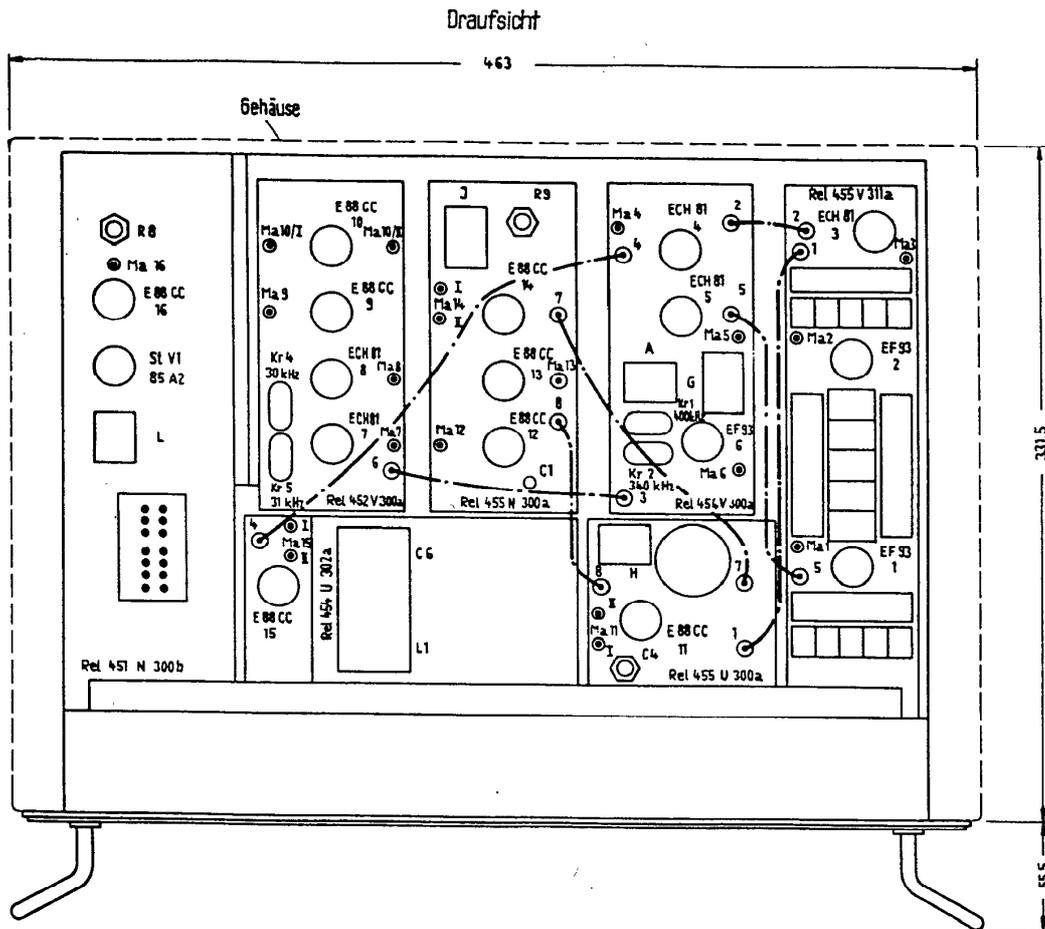

Bild 1 Anordnung der Baugruppen und der Meßanschlüsse
- (c) Plus-Leitung an den jeweiligen Meßanschluß Ma1 bis Ma15 halten (bei Ma11/I umpolen). Die Anschlüsse sind entsprechend den Röhrenbezeichnungen nummeriert (vgl. Bild 1 und Stromläufe). Achtung! Prüfspitze von Anodenspannung führenden Teilen (z.B. Trimmer im HF-Verstärker) fern halten, um Beschädigung des Instrumentes zu vermeiden. Meßwerte mit den Richtwerten in der folgenden Tabelle vergleichen und mit Datum notieren. Stärkeres Absinken des Kathodenstromes einer Röhre zwischen zwei Messungen ist ein Hinweis für notwendigen Röhrenwechsel. Betreffende Röhre, wenn möglich, in Röhrenprüfgerät prüfen.
- (b) Sollte der angezeigte Wert um mehr als ± 3 V vom Sollwert +150 V abweichen, das Potentiometer R8 (Bild 1) entsprechend nachstellen. Hierbei beachten, daß eine Abweichung auch durch einen Anzeigefehler des Meßinstruments hervorgerufen werden kann.
- (a) Den betriebswarmen Empfänger vom Netz trennen, aus dem Gehäuse herausziehen, und das in der Buchse "5" des ZF-Verstärkers steckende Kabelende in die Buchse "Ma13" im Raster stecken (Bild 1). Der Eingangsstufe wird also jetzt nicht mehr das 400-kHz-Spektrum, sondern das 100-kHz-Spektrum zugeführt.
- (c) Mit einem Schraubenzieher den Trimmer C1 im Raster (siehe Bild 1) auf Schwebungsnull drehen. Sehr langsame Schwingungen lassen sich am Kontrollinstrument (Schalterstellung "U_{NF}") beobachten.
- (b) L-Abgleich L1 (Bild 1) im Interpolator solange verändern, bis bei Seitenbandumschaltung Tongleichheit auftritt.
- (f) C-Abgleich C6 (Bild 1) solange verändern, bis bei Seitenbandumschaltung wieder Tongleichheit auftritt.